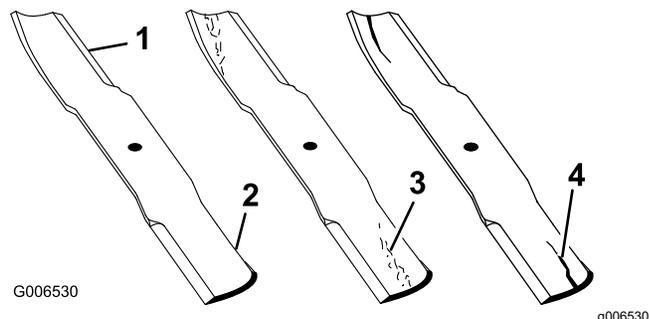

Figura 28
1. Inspeccione los filos de corte (Figura 28).
4. Si observa fisuras, desgaste o la formación de una ranura en esta zona, instale de inmediato una cuchilla nueva (Figura 28).